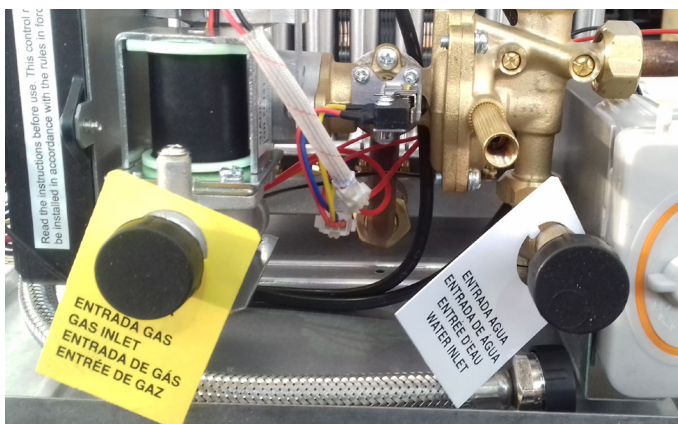

fig. 7 - Cartellini degli allacciamenti
- Rimuovere i tappi dagli attacchi dell'acqua e del gas, vedi fig. 7.